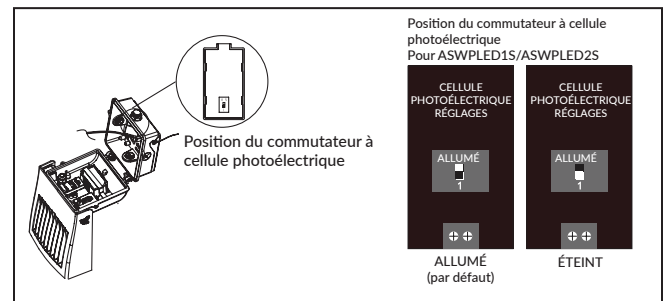

Figure 5.
- Le commutateur marche-arrêt à cellule photoélectrique peut être réglé selon votre préférence à l'aide de l'interrupteur à glissière. (Figure 5)